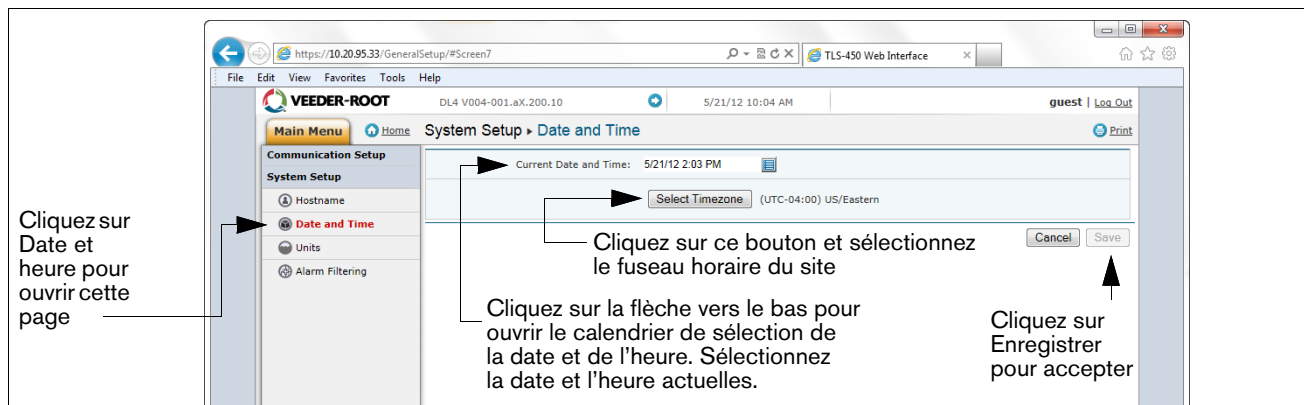

Figure B-11. Saisie de la date et de l'heure
13. Depuis le menu Configuration du système, sélectionnez le lien Date et heure pour accéder à l'écran de réglage de la date et de l'heure actuelles (voir l'exemple à la Figure B-11).